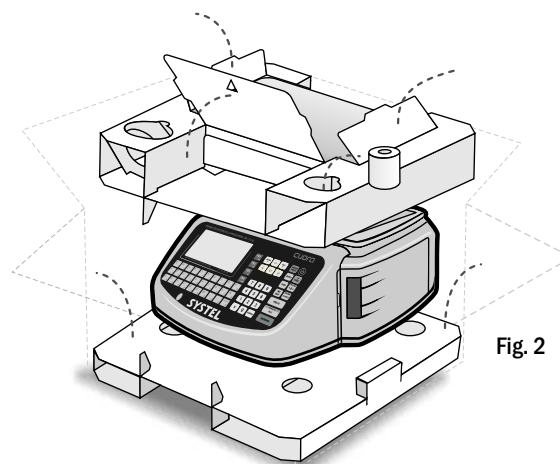

Fig. 2
2. Retire la bandeja de acero inoxidable junto con el rollo de papel continuo (Fig.2).